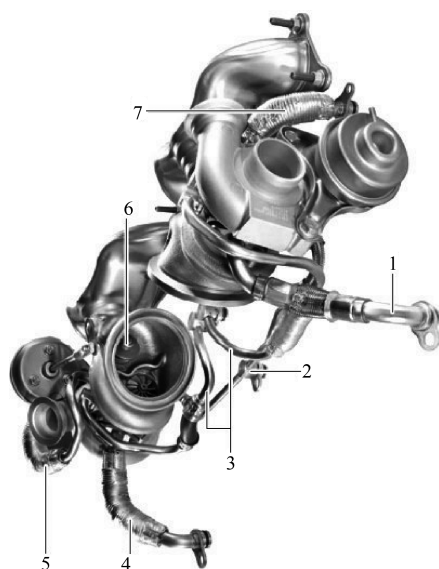

图 2-9 增压压力调节装置
(1) 增压压力调节装置 废气涡轮增压器的增压压力与到达废气涡轮增压器涡轮处的废气气流有直接关系。无论是废气气流的速度, 还是质量, 都直接取决于发动机转速和发动机负荷。发动机管理系统通过废气旁通阀调节增压压力。废气旁通阀由真空执行机构操纵, 这些执行机构由发动机管理系统通过电子气动压力转换器 (EPDW) 来控制, 如图 2-9 所示。